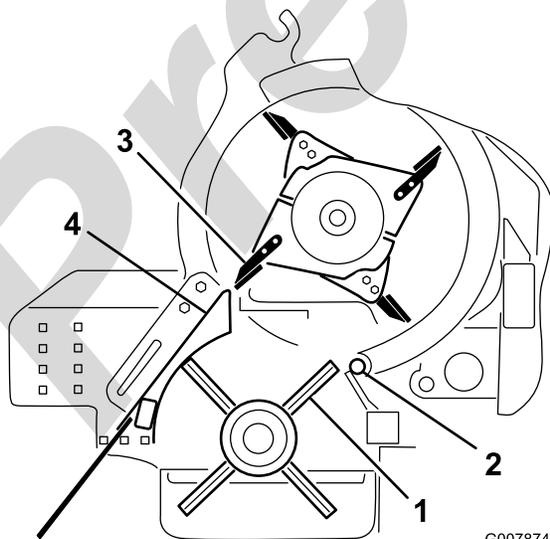

Рисунок 61
4. Поворачивайте шкив щетки, пока ряд опор щетки не совместится с поворотным угольником (Рисунок 61).
5. Поворачивайте корпус, пока зубец ножа не совместится с наружной стороной корпуса щетки (Рисунок 61).